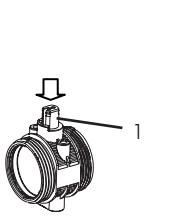
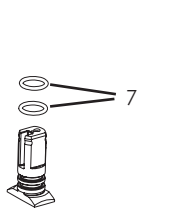

Fig.10
Fig.11
- Para la sustitución del eje, se debe forzar el mismo tal y como se indica en la Fig.10. Una vez sacado el eje (1) se pueden sustituir las juntas (7) Fig.11.
- ⚠ A la hora de volver a montar el eje, verificar que la ranura del mismo quede alineada/orientada con los alojamientos en el cuello del cuerpo (ver Fig.10).
Per sostituire il perno è necessario esercitare pressione sullo stesso, seguendo le indicazioni della Fig. 10. Dopo aver estratto il perno (19) si può procedere alla sostituzione delle guarnizioni (7) Fig. 11.
Per rimontare il perno, verificare che il filetto dello stesso sia allineato/orientato con gli alloggiamenti dell'imboccatura del corpo (vedere Fig.10).
Um die Achse zu entfernen, müssen Sie diese belasten, wie in Fig.10 dargestellt. Nachdem die Achse (1) entfernt wurde, können Sie die Dichtungen (7) ersetzen (siehe Fig.11).
Wenn Sie die Achse wieder montieren, überprüfen Sie, dass die Rille der Achse auf einer Linie mit dem Sitz des Gehäusehalses ist (siehe Fig.10).